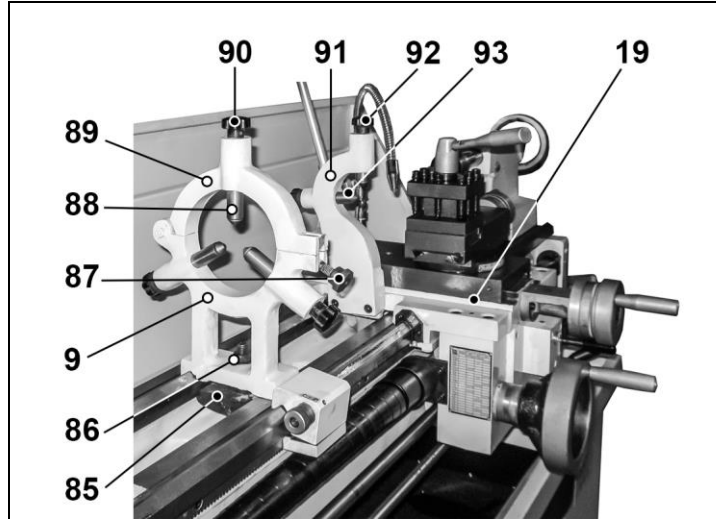

Рис. 16
10. ПОДГОТОВКА К РАБОТЕ (Рис. 16 – 25)